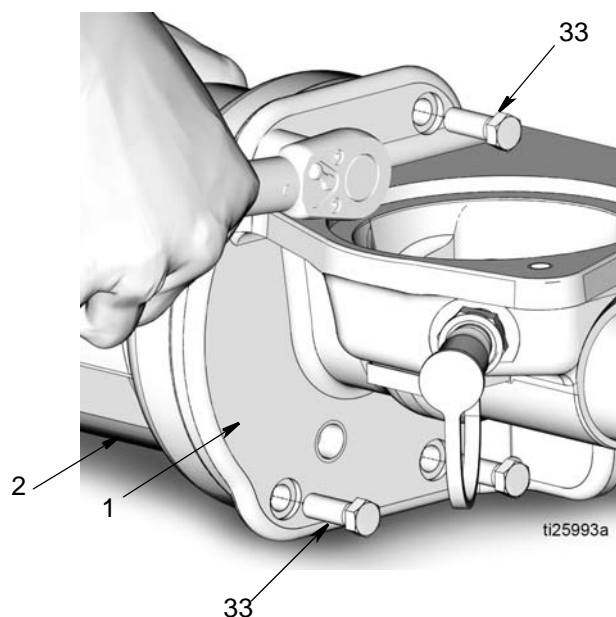

FIG. 17
14. Utilizzare una chiave a tubo da 3/8 di pollice per rimuovere le 4 viti (33) che fissano il cilindro pneumatico (2) alla base della pompa (1) (FIG. 17). Rimuovere il cilindro pneumatico dalla base della pompa.